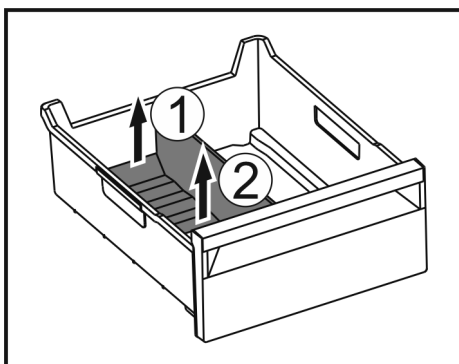

Fig. 132
- Soulever la partie arrière du séparateur de congélateur. Fig. 132 (1)
- Retirer le séparateur de congélateur par le haut. Fig. 132 (2)